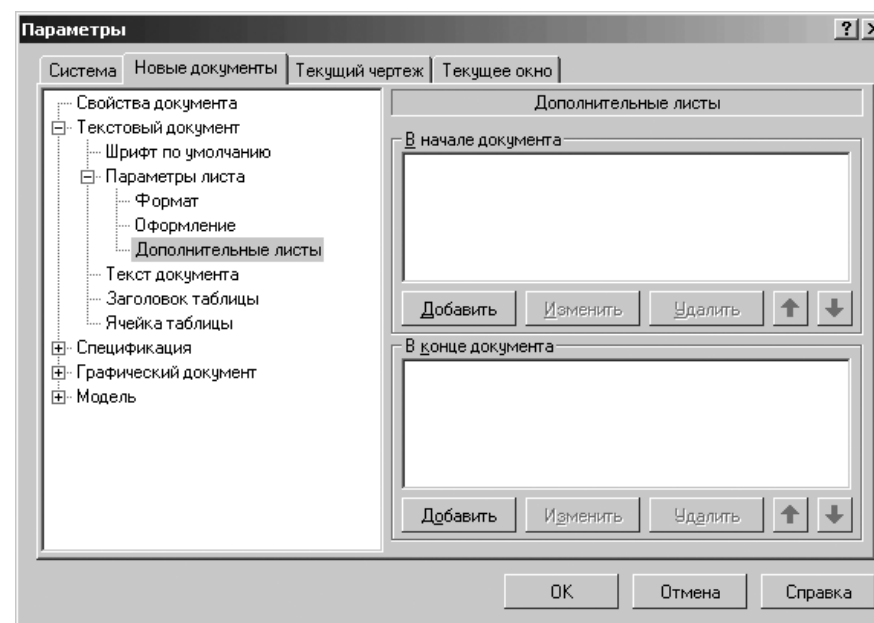

Рис. 10.9. Диалоговое окно **Параметры** с открытой вкладкой **Новые документы** и панелью **Дополнительные листы**
- щелкните в списке настраиваемых элементов листа по пункту **Дополнительные листы**. В правой части появится панель **Дополнительные листы**, показанная на рис. 10.9;
- щелкните в списке настраиваемых элементов **Спецификации** по пункту **Дополнительные листы**. В правой части появится панель **Дополнительные листы** (см. рис. 10.9).